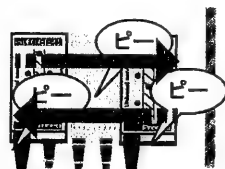

図64:
- “ピー”音になった個所をチョーク等でマーキングし、その付近を慎重に測定してください。(図64参照)